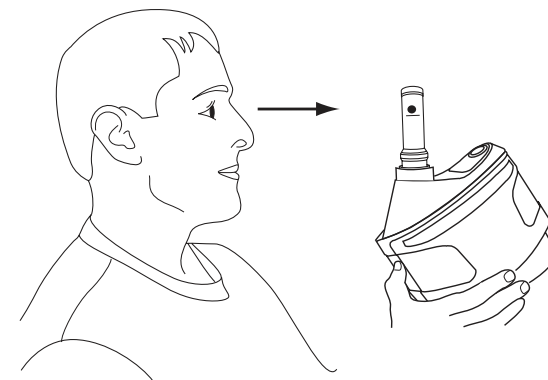

Fig. 13b
- Com o indicador do fluxo de ar na posição vertical, certifique-se de que a parte de baixo da esfera flutuante esteja a, ou acima da marca do fluxo mínimo (Fig. 13b). O indicador de fluxo deve encontrar-se numa posição vertical para uma leitura precisa.